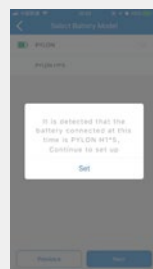

Fig. 7
**G** In Storage Mate, alla voce «Selezionare il modello di batteria» scegliere il tipo di batteria utilizzato nel proprio sistema, altrimenti la comunicazione con la batteria andrà in errore (vedere Fig. 7).